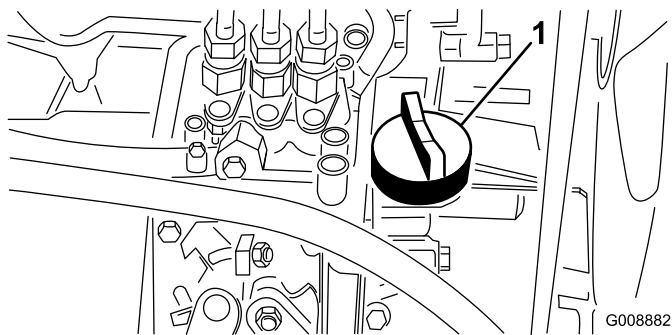

Figura 38
4. Se l'olio è insufficiente, togliete il tappo di rifornimento (Figura 38) ed aggiungete lentamente piccole quantità di olio, controllando spesso il livello, finché non raggiunge il segno di pieno sull'asta.